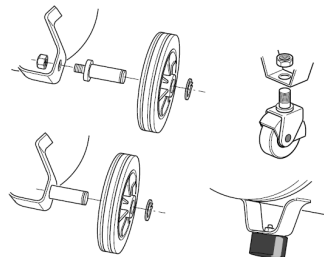
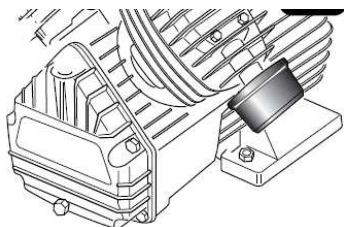

Fig. 3: Ambalaj
Fig. 5: Instalare
- Montați roțile și protecția împotriva vibrațiilor (fig.3), îndepărtați dopurile de la capul compresorului și atașați filtrul de aspirație, în cazul în care acesta nu este deja montat corect (fig.5).